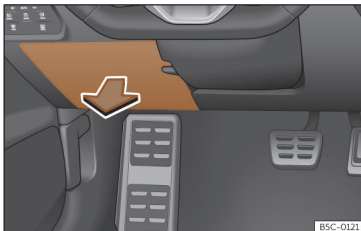

Fig. 51 Pe planșa de bord, partea șoferului: capacul cutiei de siguranțe.
- **Deschiderea:** pliați capacul»» **fig. 51.**